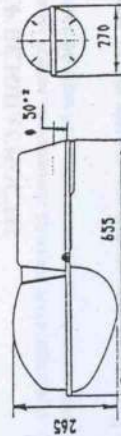

Рис.1
- 1.1. Светильники консольные РКУ21-125-004 У1 «Гелиос» (рис.1) с разрядными лампами высокого давления предназначены для освещения улиц, дорог, площадей.